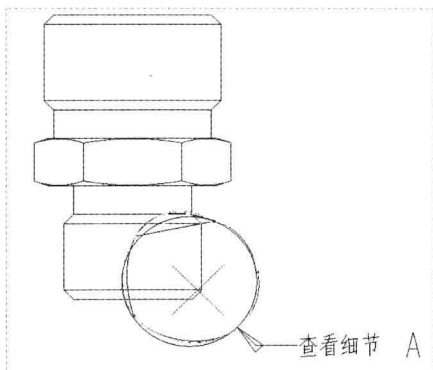

图 12-36 绘制样条曲线
Step 04 围绕新选择的中心点绘制一条曲线, 系统会自动拟合样条曲线为圆形, 单击鼠标中键, 完成拟合的样条曲线绘制, 如图 12-36 所示。